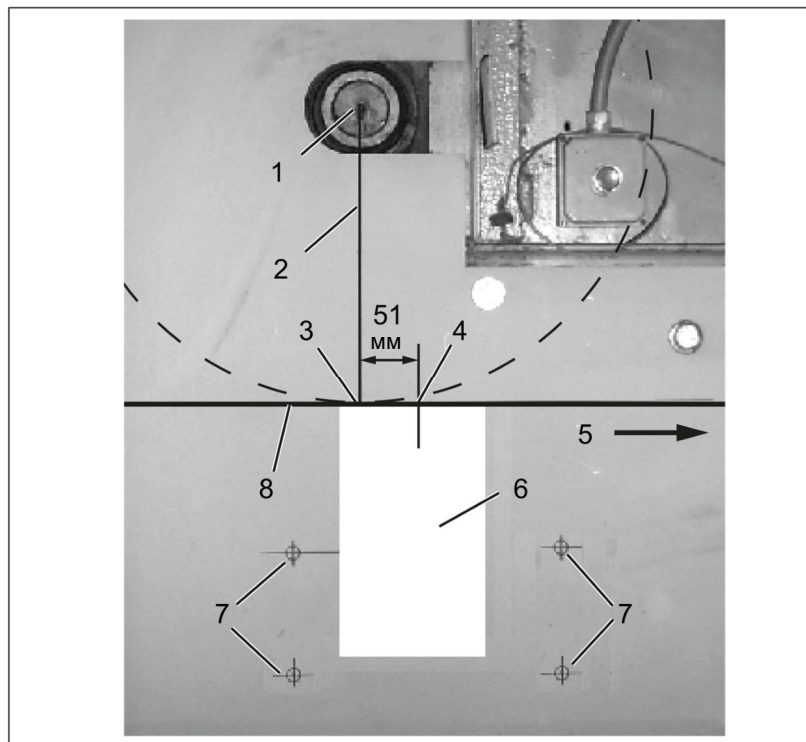

Рис. 1
1. Сделайте эскиз нижнего уровня конвейерной ленты (8, рис. 1) на стороне оператора стенки желоба.
2. Определите центральную точку (1, Рис.1) приводного барабана.
3. Отложите перпендикуляр (2, Рис. 1) от центральной точки до нижнего уровня конвейерной ленты.
4. Отметьте точку (4, рис. 1) на расстоянии 51 мм от точки выхода (3, рис. 1) в направлении движения конвейерной ленты (5, рис. 1). Эта точка является крайним положением кромки скребкового ножа.
5. Начиная с точки, отмеченной на шаге 4, нарисуйте вырез для монтажного отверстия (6, рис. 1) на стенке желоба с использованием размеров из Рис. 2.
6. С помощью размеров, приведенных на рис. 2, разметьте установочные отверстия (7, Рис. 1) на стенке желоба.